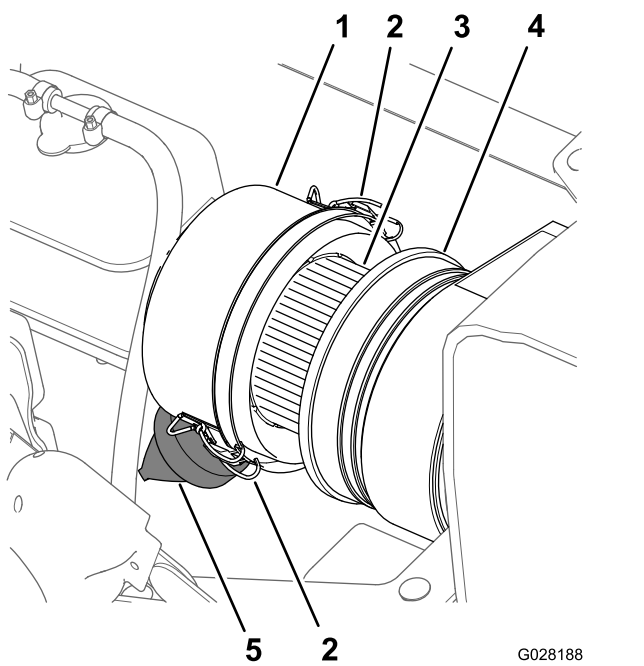
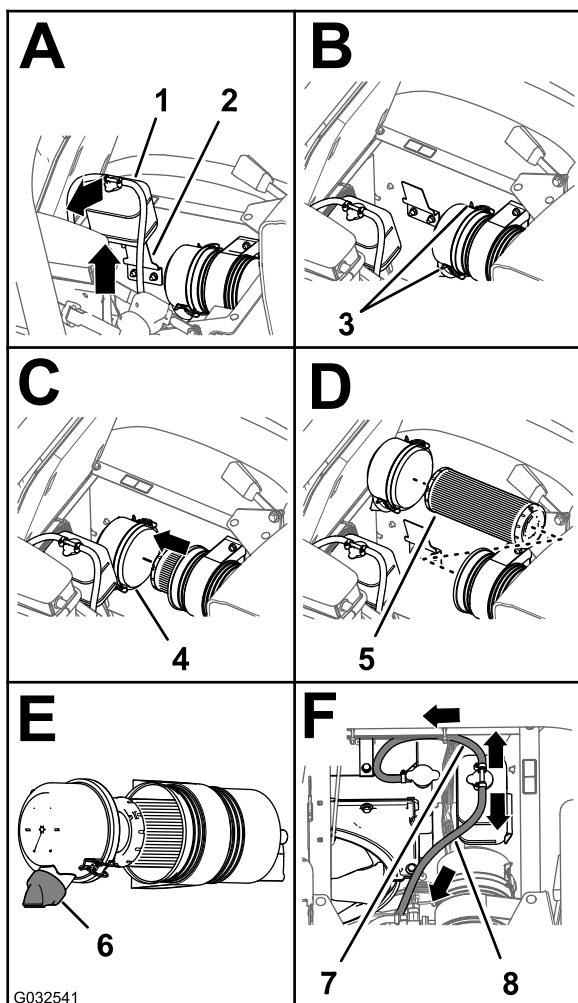

Figura 68
Figura 69
3. Pulite il coperchietto antipolvere e il corpo del filtro dell'aria (Figura 68).
4. Controllate il corpo del filtro dell'aria per escludere danni che possano causare una perdita d'aria (Figura 68).
5. Comprimate la valvola antipolvere per pulirla da sporcizia, polvere e detriti (Figura 68).
7. Verificate l'elemento del filtro dell'aria per escludere un eccessivo accumulo di polvere, sporcizia e detriti (Figura 68).
8. Montate il coperchietto antipolvere sul corpo del filtro dell'aria e fissatelo con i 2 fermi (Figura 68).
2. Pulite il coperchietto antipolvere e il corpo del filtro dell'aria (Figura 68).
3. Sollevate il serbatoio di troppopieno del refrigerante ed estraetelo dalla staffa di supporto del serbatoio (Figura 69).
- Allentate i 2 fermi che fissano il coperchietto antipolvere al corpo del filtro dell'aria (Figura 69).
- Pulite l'interno del coperchietto antipolvere, corpo del filtro dell'aria e valvola antipolvere con un panno umido (Figura 68 e Figura 69).
- Inserite l'elemento del filtro dell'aria nel corpo del filtro dell'aria (Figura 69).
- Montate il coperchio sul corpo del filtro dell'aria e fissatelo con i 2 fermi (Figura 69).
Nota: Assicuratevi che la valvola antipolvere sia allineata tra le posizioni a ore 5 e ore 7 vista dall'estremità (Figura 69).
- Allineate il serbatoio di troppopieno del refrigerante alla staffa di supporto del serbatoio e posizionate saldamente (Figura 69).
Importante: Assicuratevi che il flessibile di sfiato della pressione sia disposto in avanti e verso il basso e che il flessibile di sfiato del serbatoio sia disposto indietro, come illustrato nella Figura 69.